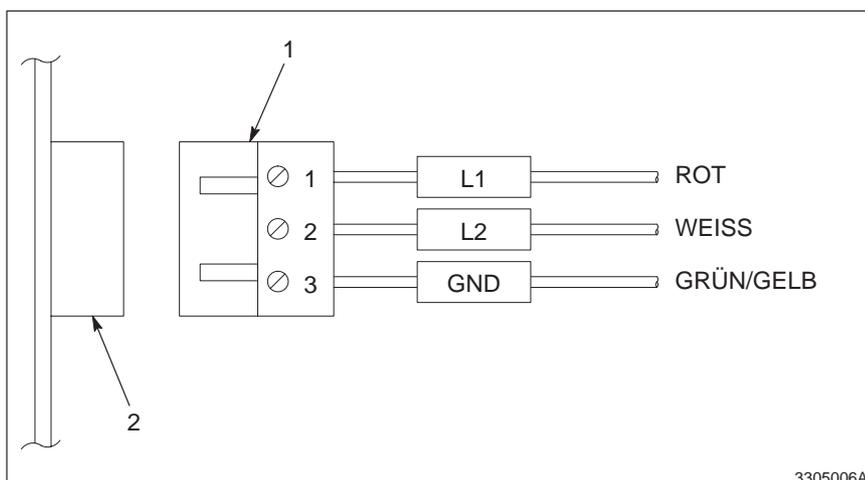

Abb. 3-6 Anschlüsse für Eingangsspannung
3. Installieren Sie die abisolierten Enden der Drähte wie in Abbildung 3-6 gezeigt im Stecker. Bringen Sie den Stecker an Stiftstecker P1 an.